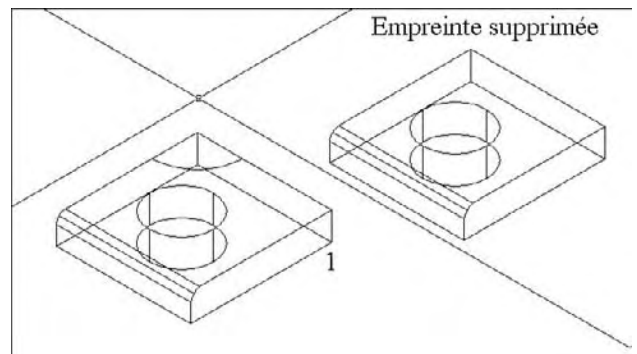

Fig.7.24
**Pour nettoyer un solide 3D, la procédure est la suivante (fig.7.24) :**